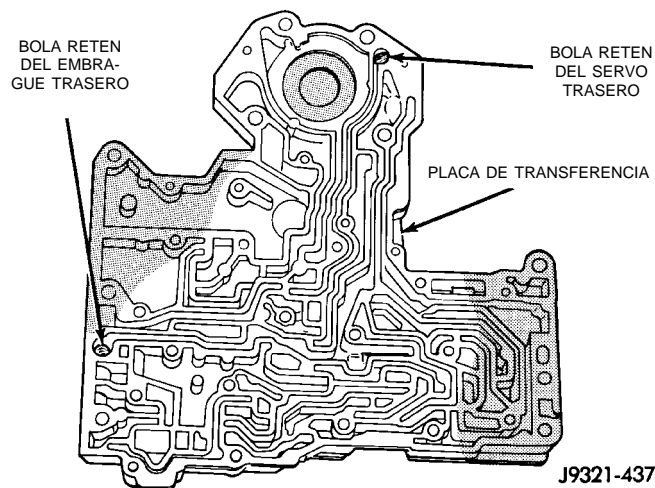

Fig. 70 Localizaciones de las bolas retén del embrague y del servo traseros
(35) Retire las bolas retén del embrague trasero y del servo trasero de la placa de transferencia. Observe la posición de la bola retén para utilizar como referencia durante el ensamblaje (Fig. 70).